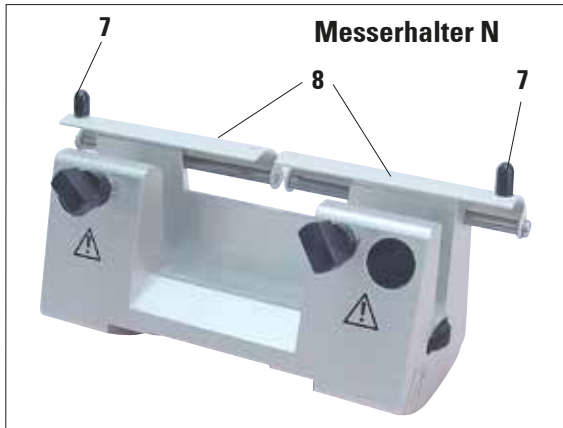

Abb. 4
Am Fingerschutz (8) des Messerhalters N/NZ sind zum Verschieben Griffe (7) angebracht (Abb. 4). Zum Abdecken der Schneide beide Seiten des Fingerschutzes zur Mitte schieben.